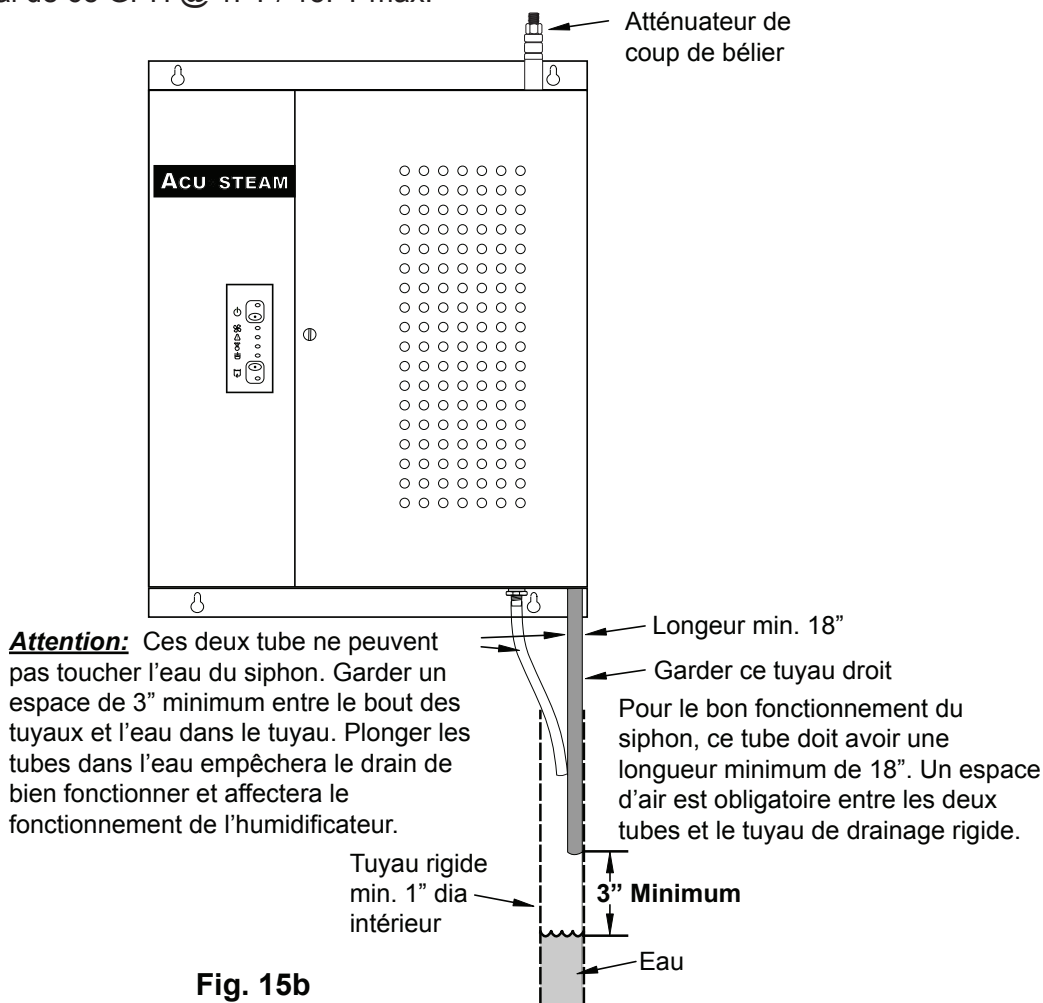

Fig. 15b
15.5 Un tuyau de drain rigide doit être installé en dessous de l'appareil et raccordé au drain principal de la maison. Cette installation est faite par d'autres. Nous recommandons un tuyau de 18" minimum de longueur ou mieux, un tuyau standard de 1-1/2" ID en ABS pour faire l'installation. Installez aussi un siphon avec un bouchon de vidange. Une longueur verticale libre minimum de 18" est nécessaire pour les deux tuyaux souples venant de l'appareil et qui seront insérés dans ce tuyau rigide. Il est très important de laisser un espace d'air entre le tuyau rigide et les tubes souples pour que le système de drainage par siphon fonctionne bien. De plus, les tuyaux souples ne peuvent pas toucher à l'eau contenue dans le tuyau rigide. Voir Fig. 15b.